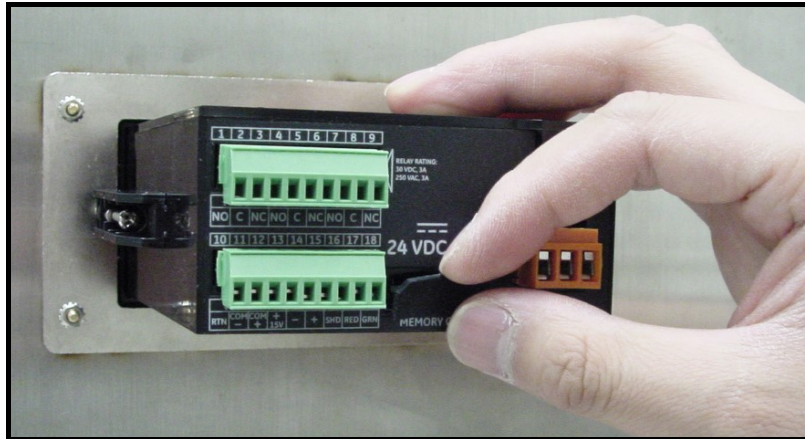
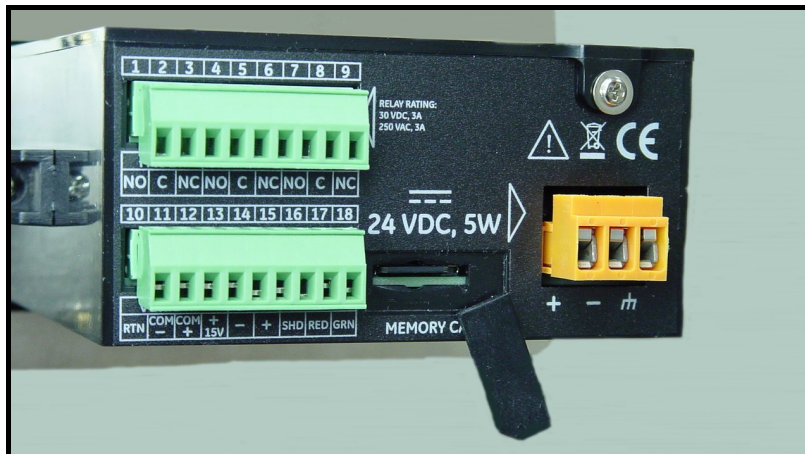

Figure 51: Retrait du cache flexible
Figure 52: Support ouvert de la carte mémoire
1. Localisez la carte mémoire située en bas au centre du panneau arrière, puis tirez sur le cache flexible à partir de la gauche. Le cache est retenu par son côté droit (voir la Figure 51 et la Figure 52).